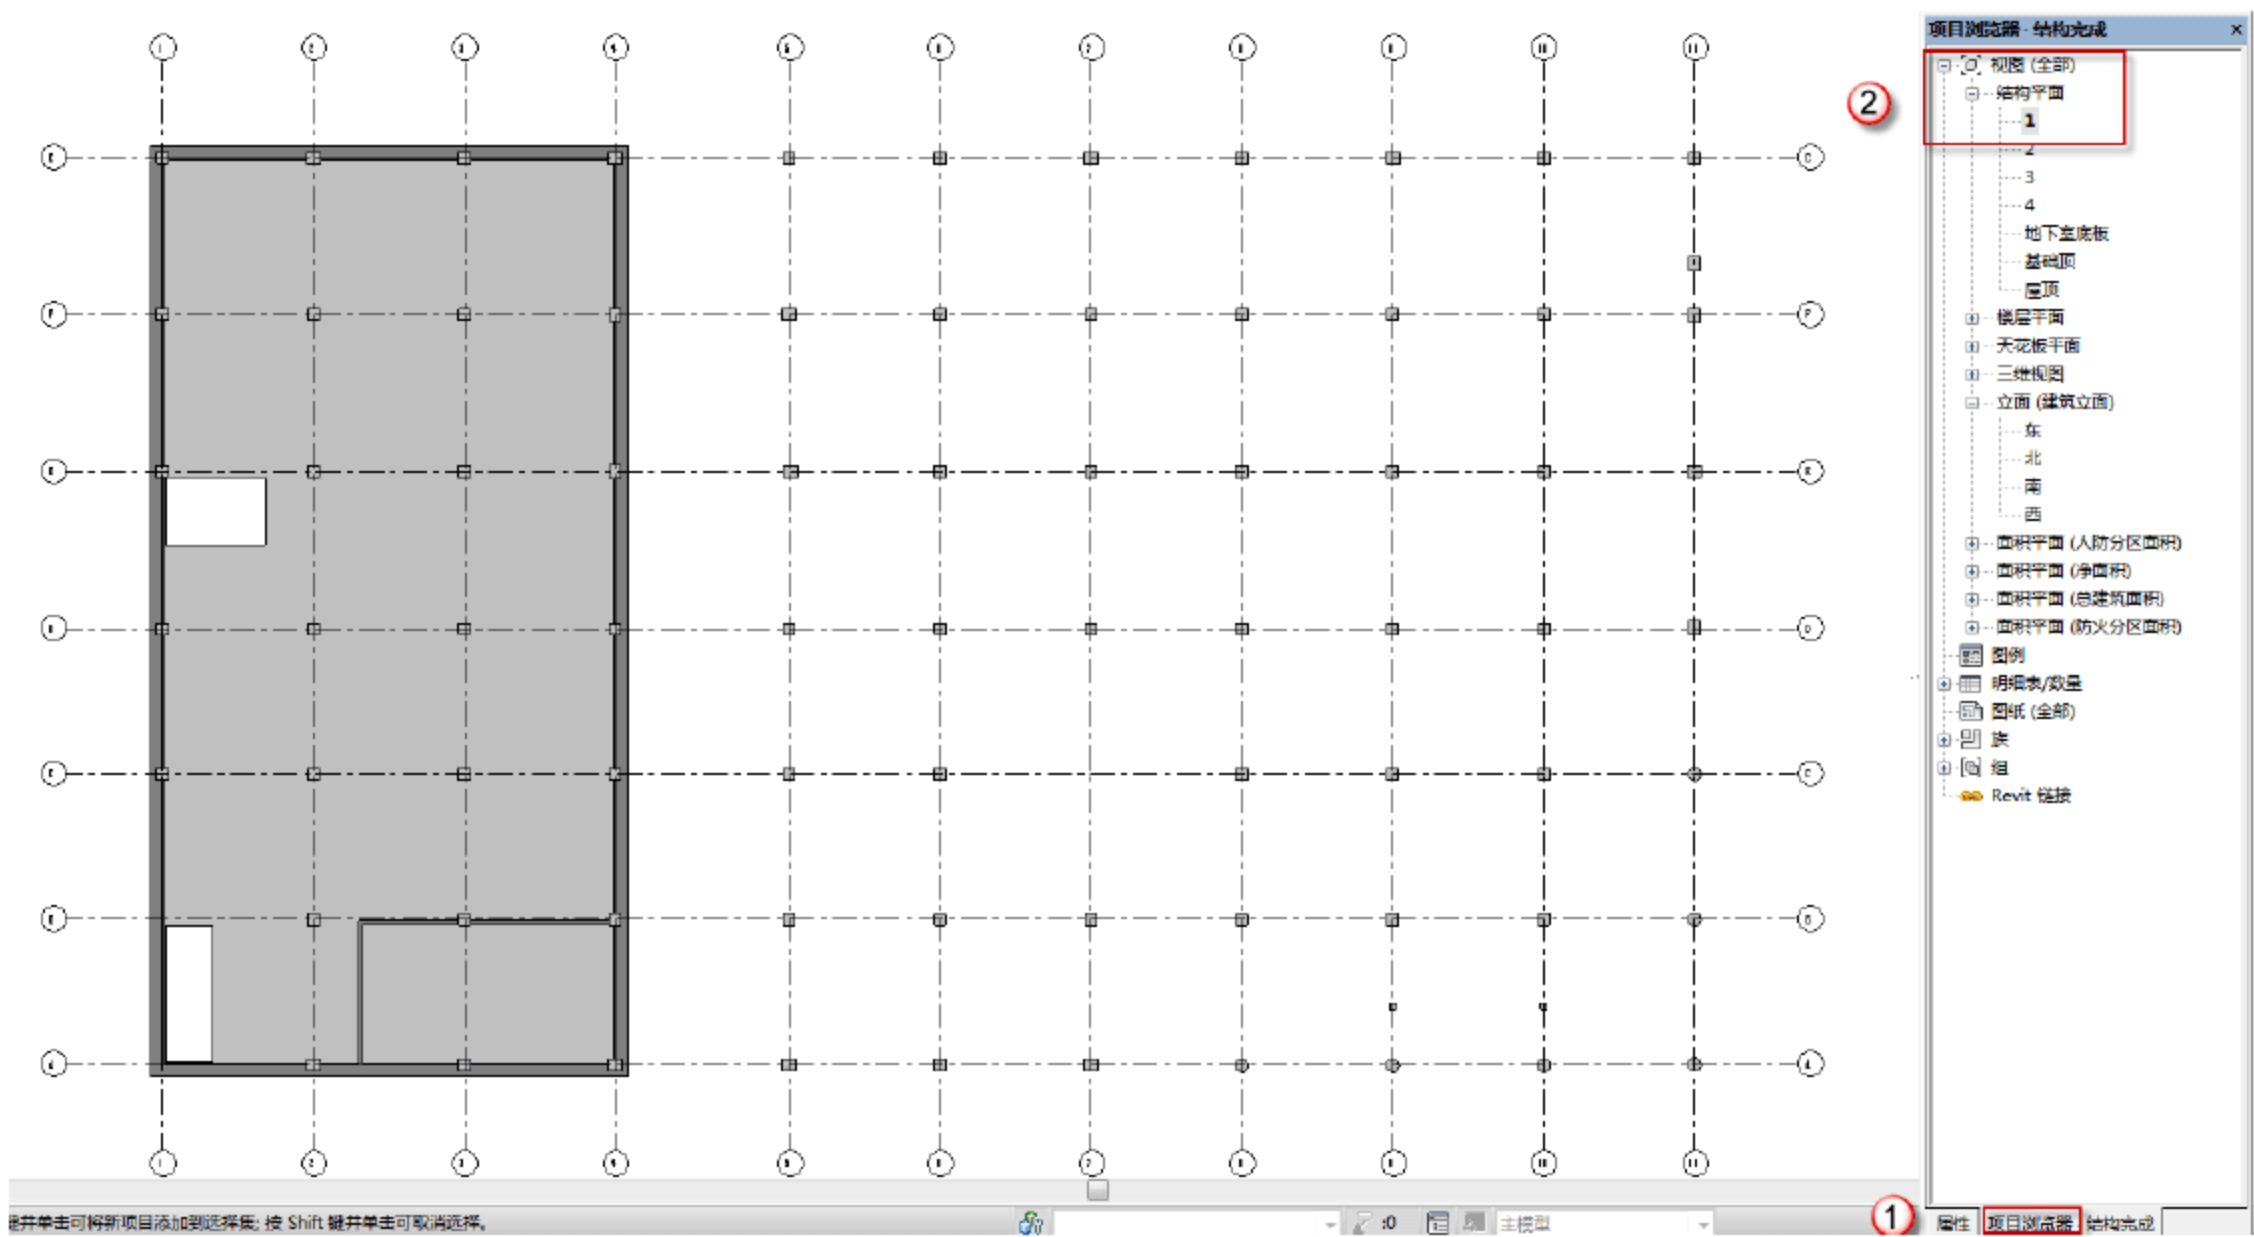

图 11.2.2 进入一层平面
(3) 进入首层平面。在“项目浏览器”面板，选择“视图（全部）”→“结构平面”→“1”选项，即进入一层平面视图，如图 11.2.2 所示。